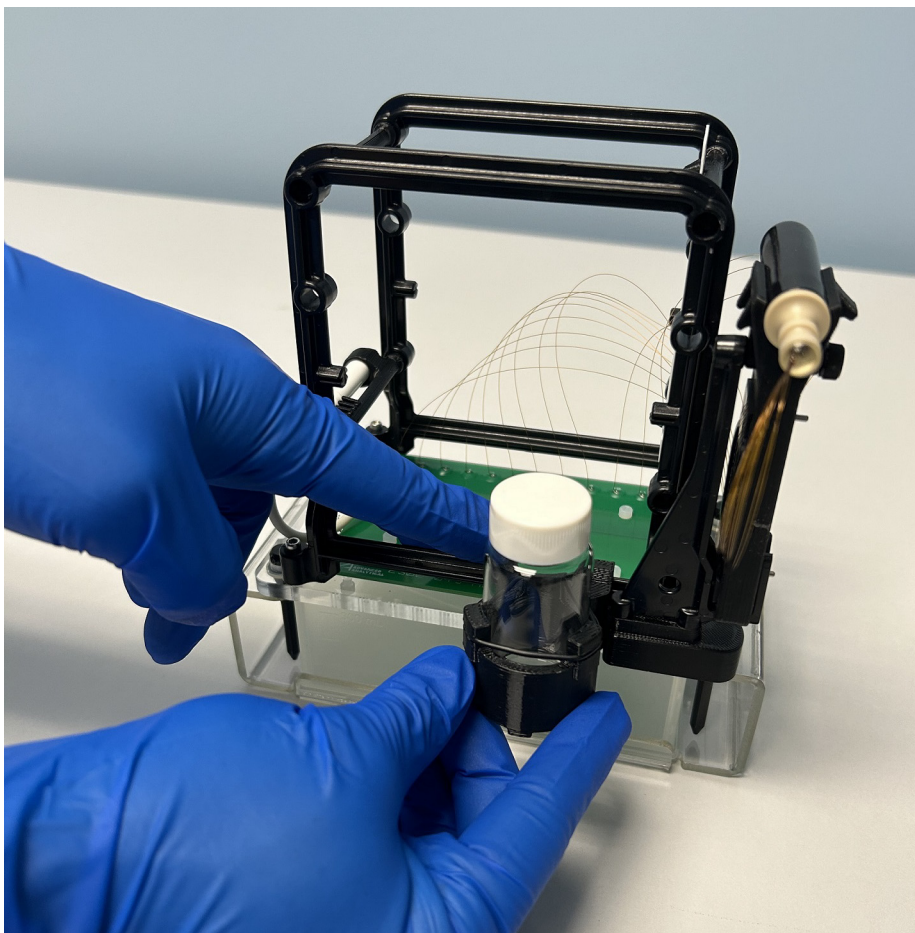

Figura 104 Installazione del dispositivo di conservazione dell'array con mandrino
- 7 Far scorrere il dispositivo di conservazione dell'array con mandrino sul braccio laterale del capillary array, che si trova a sinistra della finestra del capillary array, e avvitare la vite di serraggio in posizione, come mostrato nella **Figura 104**.